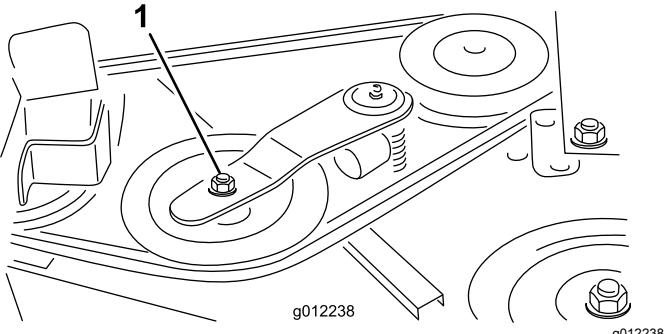

Bild 33
2. Schieben Sie die Spannscheibe mit einem Drehmomentschlüssel oder einem ähnlichen Werkzeug (Bild 33) vom Treibriemen und lassen Sie den Riemen von der Getriebespannscheibe rutschen (Bild 34).